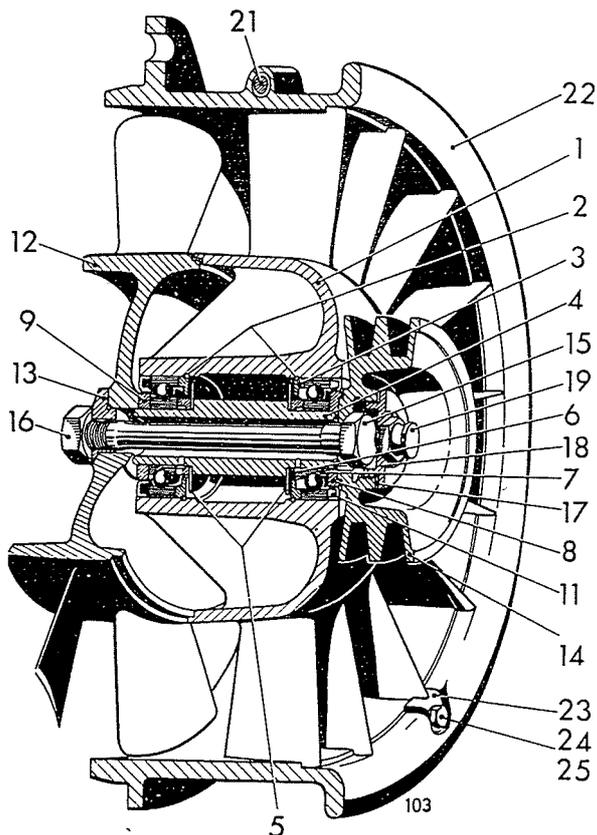

Bild 103 Kühlluftgebläse (dreiteilig) F A4-6L 514
2. Dreiteilige Gebläse (neuere Bauart), hierzu Bild 103. Gebläse kann durch Lösen der Schraube 21 und der Sicherungsbleche 23 aus dem Spannmantel 22 gezogen werden. Schlüssel zur Schraube 21 gehört zum Werkzeug des Motors. Nach Abschrauben der Verschlussmutter 18 können die Schraubverbindung 15/16 gelöst und das Laufrad 12 abgenommen werden. Die hohle Welle 4 kann danach nach vorne oder hinten herausgedrückt werden.